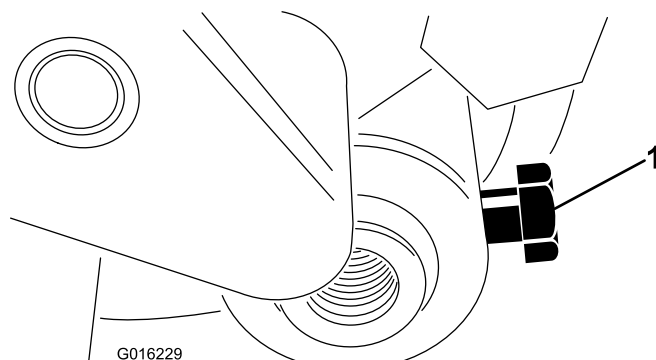

図 12
24. 右側アジャスタアームアセンブリにローラシャフトを差し込んでボルトで仮止めする 図 12。
32. 左右のアジャスタームの中央にローラの位置出しをし、取り付けボルトを締め付ける 図 12。